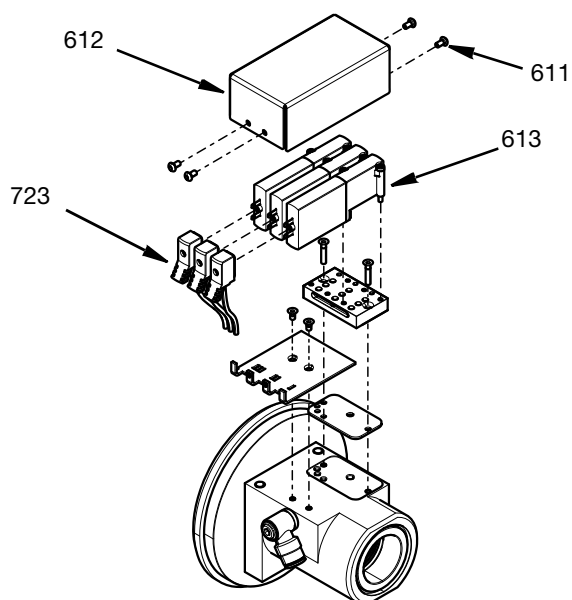

FIG. 20
12. Přístup k solenoidovým ventilům a sběrnému potrubí je možný po demontáži krytu (612) a po čtyř šroubů M3 (611). Konektory kabelů (723) lze odpojit a solenoidové ventily (613) demontovat sejmutím přípevněných šroubů. Viz FIG. 20.